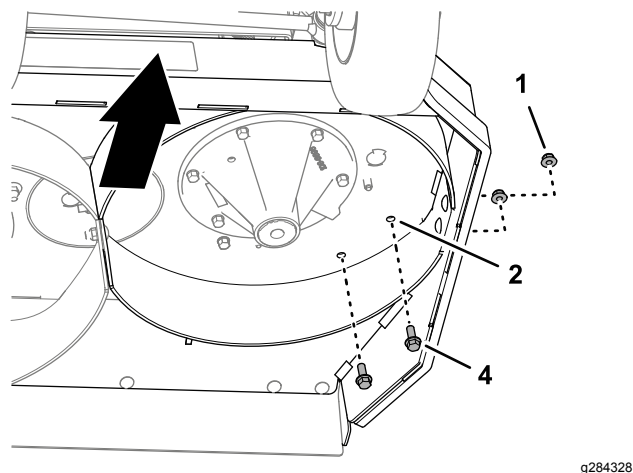

Bild 10
4. Setzen Sie die beiden Bundkopfschrauben ($\frac{3}{8}$ " x 1") in die 10 mm Löcher im Mähwerk (Bild 10) ein und sichern Sie die Schrauben mit den beiden Sicherungsbundmutter ($\frac{3}{8}$ "), die Sie in Schritt 3 entfernt haben.